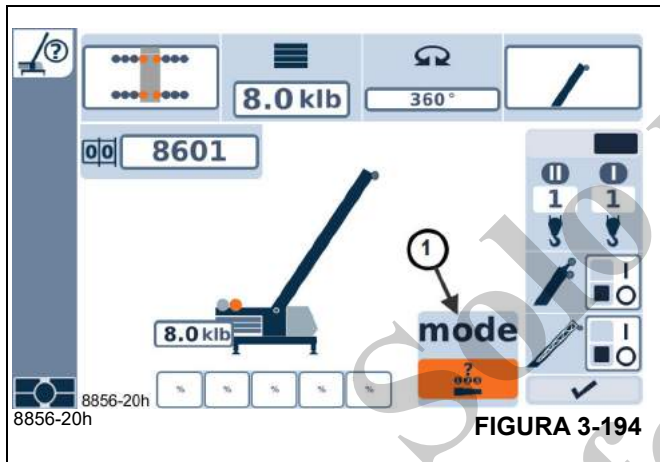

FIGURA 3-194
El estado de telescopización o la configuración de la pluma fijada se puede seleccionar del RDM (pantalla del RCL). Esto se hace seleccionando un número de modo de telescopización. Consulte (1), (Figura 3-194). Hay 6 números de modo preseleccionados disponibles. Si observa la (Figura 3-194), el número de modo de telescopización está disponible para ser seleccionado, ya que esta opción en la pantalla es seleccionable. Sin embargo, esto sólo se puede seleccionar después de que el RCL se haya inicializado una vez (después de haber utilizado previamente la marca de verificación en esta pantalla), la función telescópica se haya activado y la pluma esté completamente retraída y bloqueada.
Con la opción de número de modo de telescopización disponible, y usando Intro en este elemento en la pantalla, se pueden usar las flechas arriba/abajo o el cuadrante selector para seleccionar de 1 a 6. La (Figura 3-194) muestra la apariencia para el modo 1. Se observa que el modo 1 tiene la configuración de pluma fijada de 100-100-100-100-100. Si ésta es la configuración deseada, se puede utilizar Intro para seleccionarla. Luego, cuando se use la marca de verificación en esta pantalla, se usará el nuevo estado de telescopización solicitado y la función de telescopización semiautomática comienza. El ODM (pantalla de funcionamiento) luego se puede usar para seleccionar una pantalla de telescopización y el estado de telescopización solicitado se muestra en el ODM también.